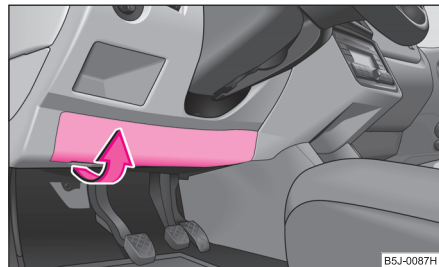

Fig. 179 Sous le tableau de bord: Cache des fusibles
- Faire prudemment basculer le couvercle dans le sens de la flèche et sortez-le ⇒ fig. 179.